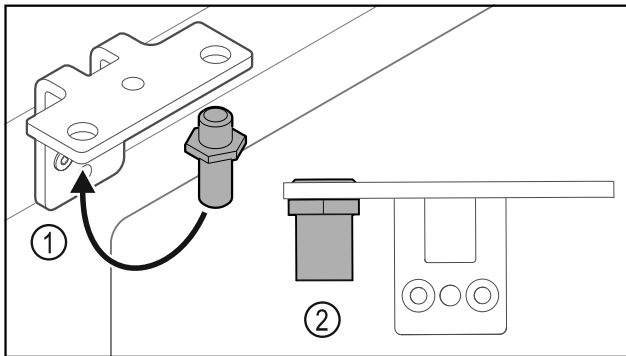

Fig. 36
- ▶ Переставьте палец Fig. 36 (1) в шарнирном уголке.
- ▶ Затяните палец Fig. 36 (2) с **моментом 12 Нм**.